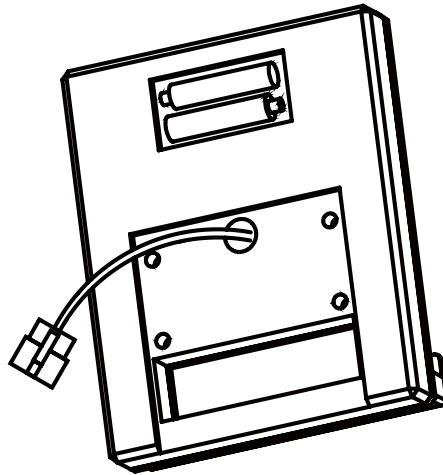

Abbildung 13
13. Batterie wechseln: Entfernen Sie die Abdeckplatte auf der Rückseite der elektronischen Uhr und tauschen Sie die Batterie aus. Wie in Abbildung 13 gezeigt.